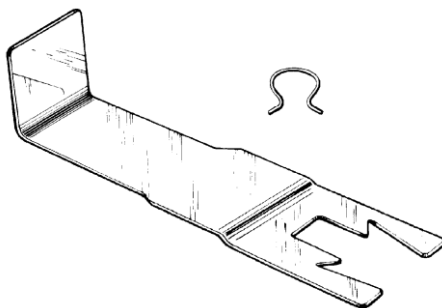

Рис. 15.2. Инструмент для захвата дверной ручки легко снимает зажимы с автомобилей Ford и GM (С разрешения компании A-1 Security Manufacturing Corp.)
2. Снять ручку двери. Иногда она крепится винтом, а иногда фиксирующим зажимом. Если ручка удерживается зажимом, то для его извлечения потребуется инструмент, показанный на рис. 15.2.